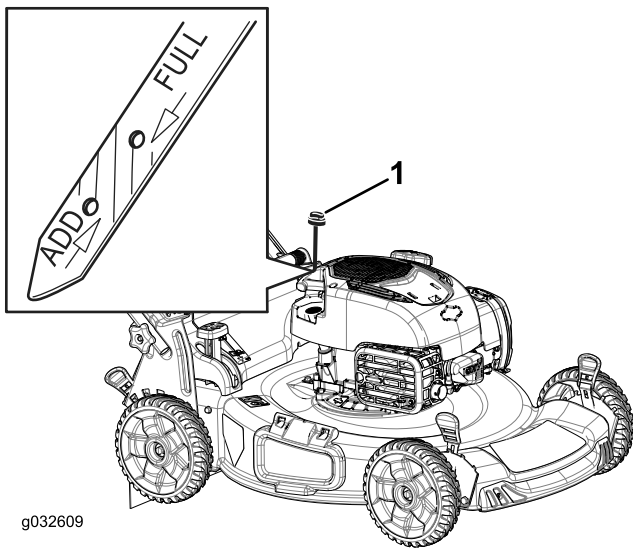

Рисунок 30
2. Извлеките масломерный щуп (Рисунок 30).
4. Медленно заливайте масло в маслозаливной патрубкок до соответствующей отметки **Full (Полный)** на масломерном щупе (Рисунок 30). Не допускайте переполнения.